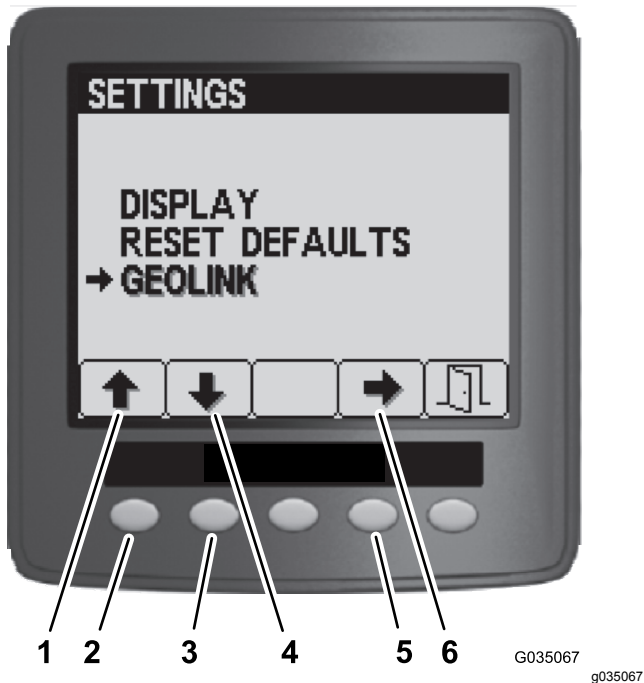

Figura 151
4. En el menú Configuración, pulse el botón 1 o el botón 2 hasta que aparezca resaltada la opción GeoLink, y pulse el botón 4 para desplazarse hasta el menú de GeoLink (Figura 151).